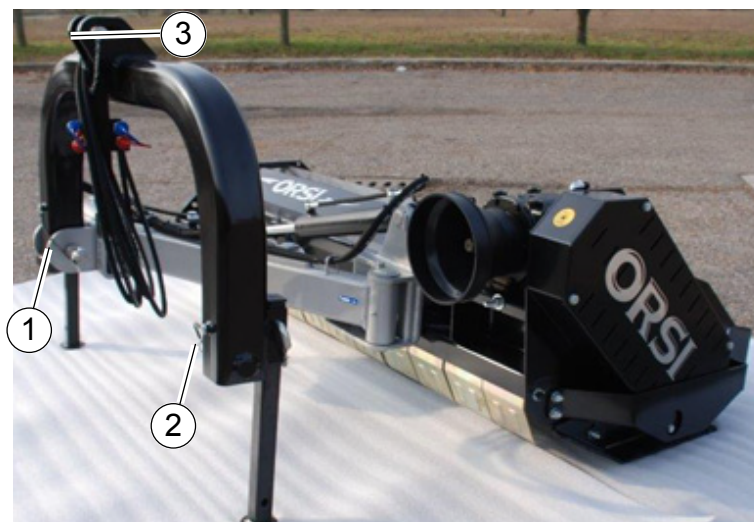

Fig.30
- Schutzhülle der Gelenkwelle von Schlepperseitig mit Ketten der Zurückhaltung (6, "Fig. 30");
- Cofia de protección del árbol cardanico extenso trattrice comprendido de cadennillas de retención (6, "Fig. 30");
- Abbassare il sollevatore. Adattare l'altezza del sollevatore all'altezza degli attacchi inferiori (1, 2, "Fig.30").
- Collegare il sollevatore della trattrice ai due attacchi inferiori della macchina (1, 2, "Fig.30"). Bloccare i perni con le copiglie di sicurezza.
- Collegare il tirante del sollevatore della trattrice all'attacco terzo punto (3, "Fig.30"). Bloccare i perni con le copiglie di sicurezza.
- Lower the lifter of the tractor. Suit the height of the lifter for the height of the inferior (1, 2, "Fig.30") attacks of the machine.
- Connect the linkage of the tractor to the lower attach of the machine (1, 2, "Fig.30"). To stop the pivots with the safety pin clip.
- Connect the tie rod linkage of the tractor attack third point (3, "Fig.30"). To stop the pivots with the safety pin clip.
- Baisser le 3eme point. Adapter l'hauteur du 3eme point à la hauteur des accrochements inferieurs (1, 2, "Fig.30").
- Brancher le 3eme point du tracteur aux deux attelages inferieurs de la machine (1, 2, "Fig.30"). Bloquer les pins avec la goupille de securité.
- Brancher le tirant du soulevement du tracteur au 3eme point (3, "Fig.30"). Bloquer les pins avec la goupille de securité.
- Der Hub niedriger. Stellen Sie die Höhe der Hebebühne bis zu den unteren Anschlüssen (1, 2, "Fig.30").
- Verbinden der Hub des Schlepper zu den zwei unten Anhängen der Maschine (1, 2, "Fig.30"). Sperren Sie die Bolzen mit Federstecker geliefert.
- Verbinden der Zugbalken der Hub des Schlepper an drei Punkt Anbau (3, "Fig.30"). Sperren Sie die Bolzen mit Federstecker geliefert.
- Bajar el levantador. Conformar la altura del levantador con la altura de los ataques inferiores (1,2, "Fig.30").
- Conectar el levantador del trattice a los dos ataques inferiores de la máquina, (1, 2, "Fig.30"). Parar los goznes con el copiglia de seguridad.
- Conectar el tirante del levantador del trattice al ataque tercer punto (3, "Fig.30"). Parar los goznes con el copiglia de seguridad.